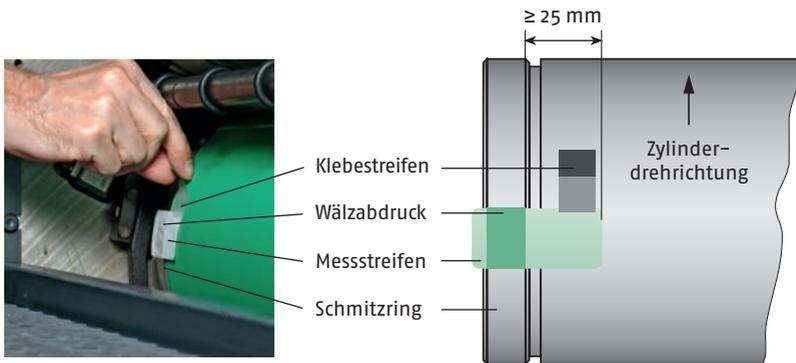
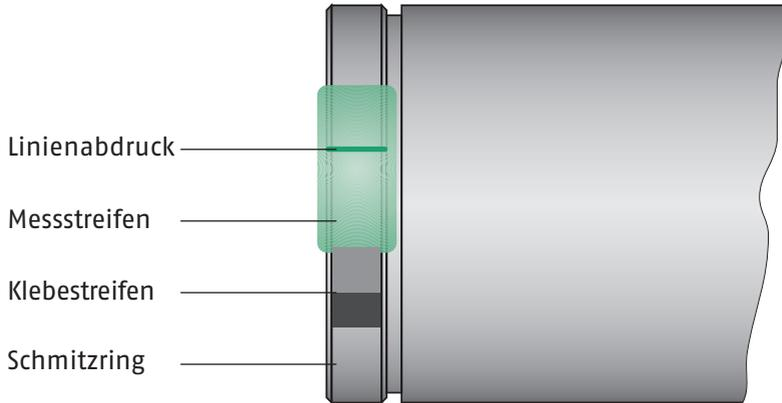

Bild 1a: Messstreifenanordnung Prüfstrategie „Wälzabdruck“
Bild 2a: Messstreifenanordnung Prüfstrategie „Linienabdruck“
Mit dem Gerät kann der Anwender zwei verschiedene Prüfstrategien realisieren. Zum einen die Prüfstrategie „Wälzabdruck“ (Bild 1a, 1b) und zum anderen die Prüfstrategie „Linienabdruck“ (Bild 2a, 2b).
- Messstreifenbefestigungsstelle auf dem Zylinder entsprechend Bild 1a grob säubern
Wirkungsbereich des Zylinderkanals so aufkleben, dass der Wälzabdruck so erfolgt, dass mindestens 25 mm des Messstreifens ungepresst bleiben (siehe Bild 1a)
- Messstreifen auf den Schmitzring (vorzugsweise Seite 1 und 2 gleichzeitig) mittels beigefügtem Klebestreifen bevorzugt im Wirkungsbereich des Zylinderkanals so aufkleben, dass zum Messstreifenrand rechtwinklige Schmitzringabdrücke mittig zum Messstreifen ermöglicht werden (siehe Bild 2a)